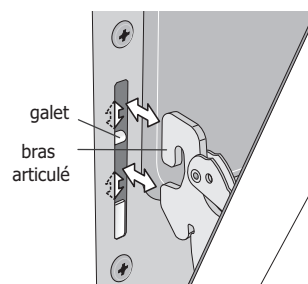

Figure 45 : Repose du bras articulé et du galet
3. Saisir fermement les deux côtés de la porte du four. Ne pas la soulever par la poignée (voir Figure 45).
4. Ouvrir la porte à un angle d'environ 10 degrés du cadre de porte (voir Figure 45).
1. Saisir fermement les deux côtés de la porte du four. Ne pas la soulever par la poignée (voir Figure 45).
2. Tout en tenant la porte au même angle que pour la dépose, asseoir le crochet du bras articulé sur les galets situés de part et d'autre du cadre de four (voir Figure 45 et Figure 46). Le crochet du bras articulé doit s'asseoir fermement sur les galets.